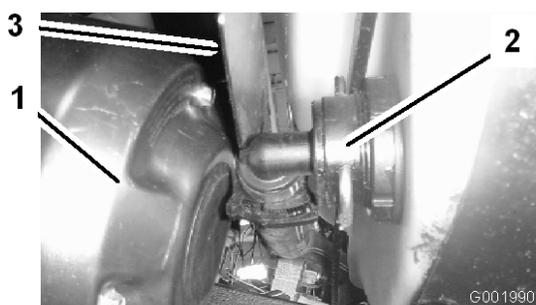

Figura 56
3. Desconecte la manguera situada en la cara delantera inferior del depósito (Figura 56).
Nota: Es posible que usted tenga que empujar hacia atrás el protector térmico (Figura 56) mientras retira la cubierta.
- Conecte la manguera a la parte delantera del depósito (Figura 56).